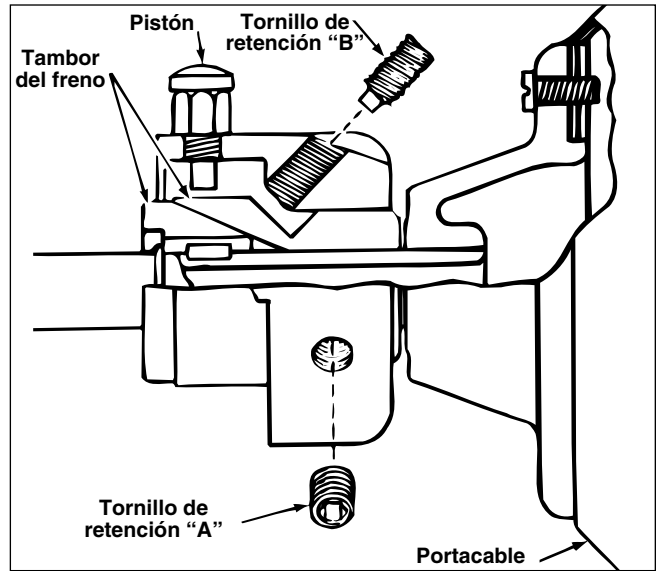

Figura 9 – Adaptador para el cable
4. Afloje levemente los dos tornillos de retención "A" empleando la llave hexagonal de 5/32 pulgada (Figura 9).
5. Gire el tornillo de retención "B" hacia la derecha en un cuarto de vuelta (Figura 9).